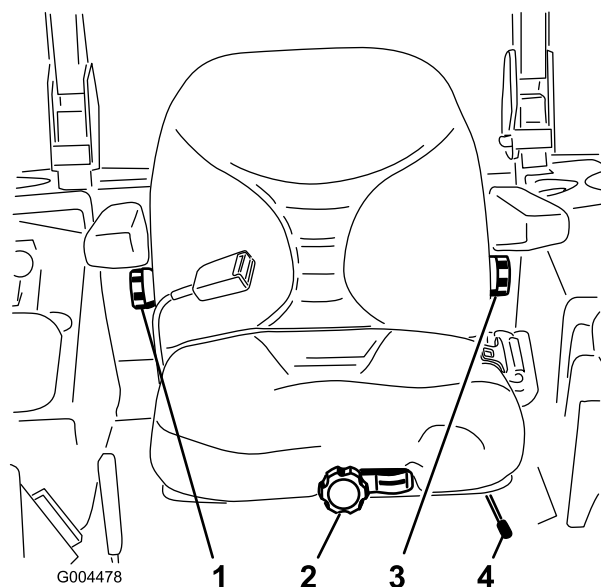

図 15
1. 調整は、レバーを横に動かしてシートのロックを解除して行います 図 15。
運転席に座らずに、座席前部にあるノブを、オペレータの体重に合わせてセットします 図 15。
調整は、右側のアームレストの下にあるノブを回して最も乗り心地が良い位置にセットします 図 15。
調整は、左側のアームレストの下にあるノブを回して最も乗り心地が良い位置にセットします 図 15。